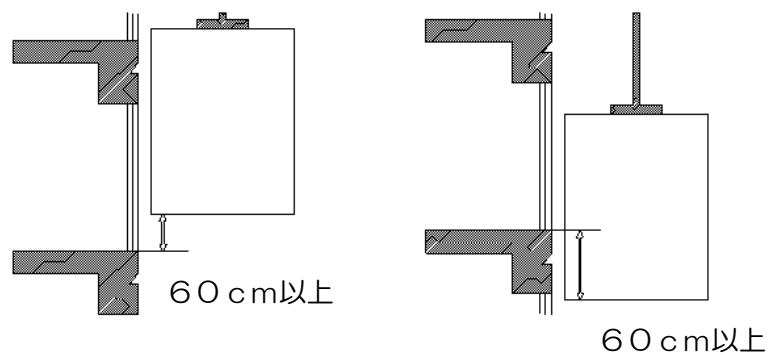

図8-5：かご床と乗場床が上下60cm以上の場合
- ※ かご床と乗場床が上下60cm以上の場合は作業手順4へ進む (図8-5参照)